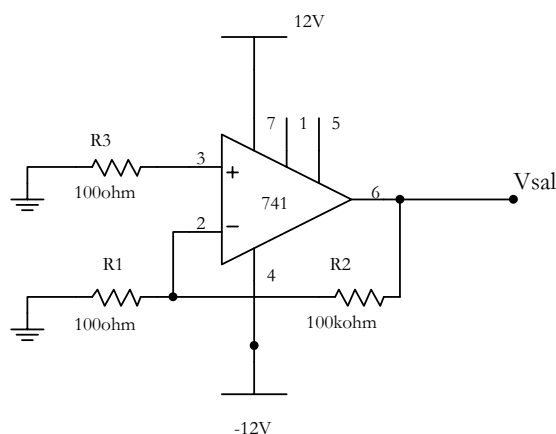

Figura 3
- 2.1. Armar el circuito que de la Figura 3.
- 2.3. Teniendo en cuenta que la ganancia a lazo cerrado del circuito de la Figura 3 es de 1.000, determinar el valor de la tensión de offset de entrada.